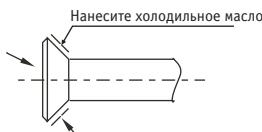

Рис. 10.1
- b. Нанесите холодильное масло (это должно быть моторное масло, совместимое с применяемым хладоносителем) на наружную поверхность развалцованных соединений и коническую поверхность соединительной гайки и затяните вручную на 3-4 оборота перед затяжкой раструбной гайки (рис. 10.1).